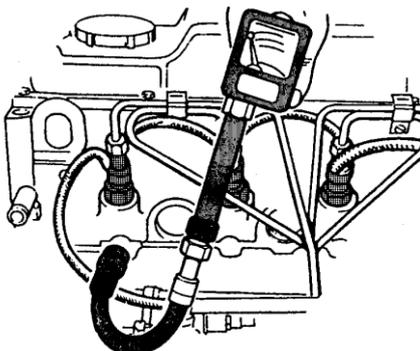

Fig.39
**c) Contrôle des pression de compression (fig.39 et 40)**